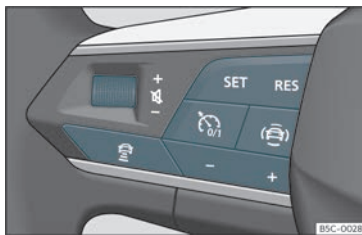

Fig. 151 Al volant multifunció: botons per fer servir l'ACC
El vostre vehicle disposa d'ACC si disposa de menú de configuració en el sistema d'Infotainment»» pàg. 91, i si disposa dels botons propis de la funció ACC al volant multifunció »» fig. 151.
- Per començar la regulació, premeu el botó **SET** >>> **fig. 151**.
Per programar la velocitat, premeu els botons **+** o **-** >>> **fig. 151** fins a la velocitat desitjada. L'ajust de la velocitat es realitza en intervals de 10 km/h (5 mph).
• Premeu el botó  i, a continuació, el botó + o - >>> **fig. 151**.